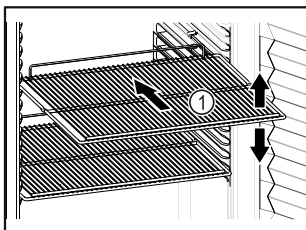

Fig. 60 Reprezentare exemplificativă
- Dacă grătarele tip poliță Fig. 60 (1) pot fi mutate, adaptați-le în funcție de înălțime.